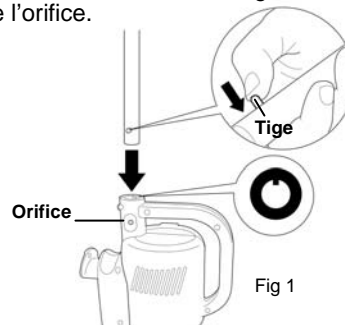

Fig 1
- Insert the metal handle into the hole next to the handle. Make sure that the slot in the handle fits correctly into the opening. (Fig 1)
- Insérez la poignée en métal dans l'orifice à côté de la poignée. Assurez-vous que la fente dans la poignée s'ajuste correctement dans l'ouverture. (Fig. 1)